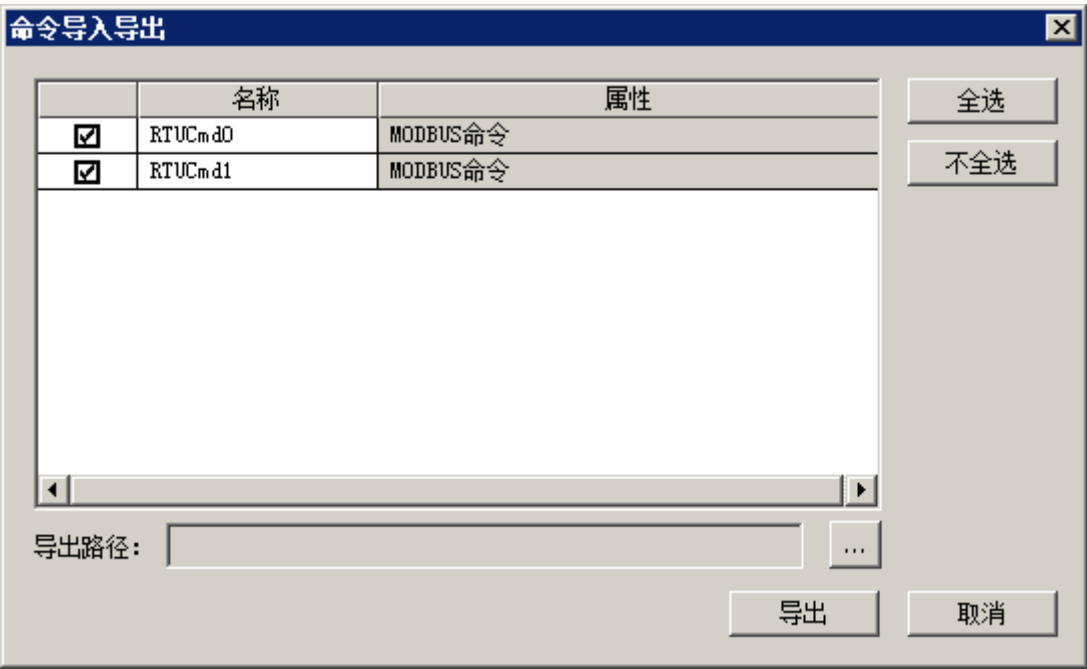

图 4-13 导出通信命令
1) 选中主站下的某个设备，单击工具栏导出图标，打开如图 4-13所示界面。